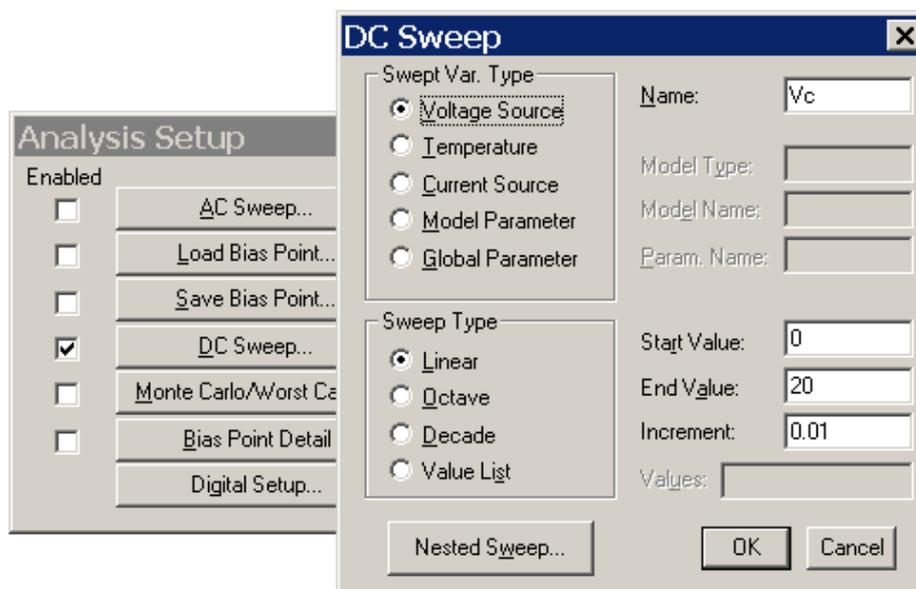

Рисунок 4.15 – Выбор типа анализа и настройка основной переменной
Проверка подключения библиотеки символов осуществляется через меню **Options > Editor Configurations**, окно рис. 4.14. Если имени библиотеки символов нет в поле **Libraries**, ее подключают с помощью окна рис. 4.15, вызываемом нажатием кнопки **Library Settings** в окне рис. 4.14.
4.5.2 Выбрать тип анализа **DC Sweep** (рис. 4.15).